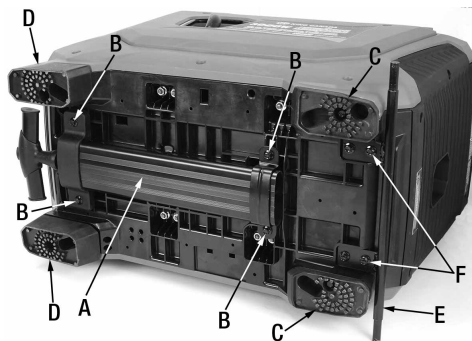

Figure 1
- 2) Installez l'ensemble de poignée de transport (A) Fig.1 sous la génératrice à inverseur en utilisant 4 boulons hexagonaux avec tête bridée (B) tel que montré à la Fig.1.
- 3) Installez les 2 pieds en caoutchouc mince (C) Fig.1 à l'extrémité avant de la génératrice à inverseur en utilisant un boulon hexagonal avec tête bridée pour chaque pied. Installez les 2 pieds en caoutchouc épais (D) à l'extrémité arrière de la génératrice à inverseur en utilisant 2 boulons hexagonaux avec tête bridée pour chaque pied.
- 4) Installez la tige de roue (E) Fig.1 à l'extrémité arrière de la génératrice à inverseur en utilisant 4 boulons hexagonaux avec tête bridée (F).